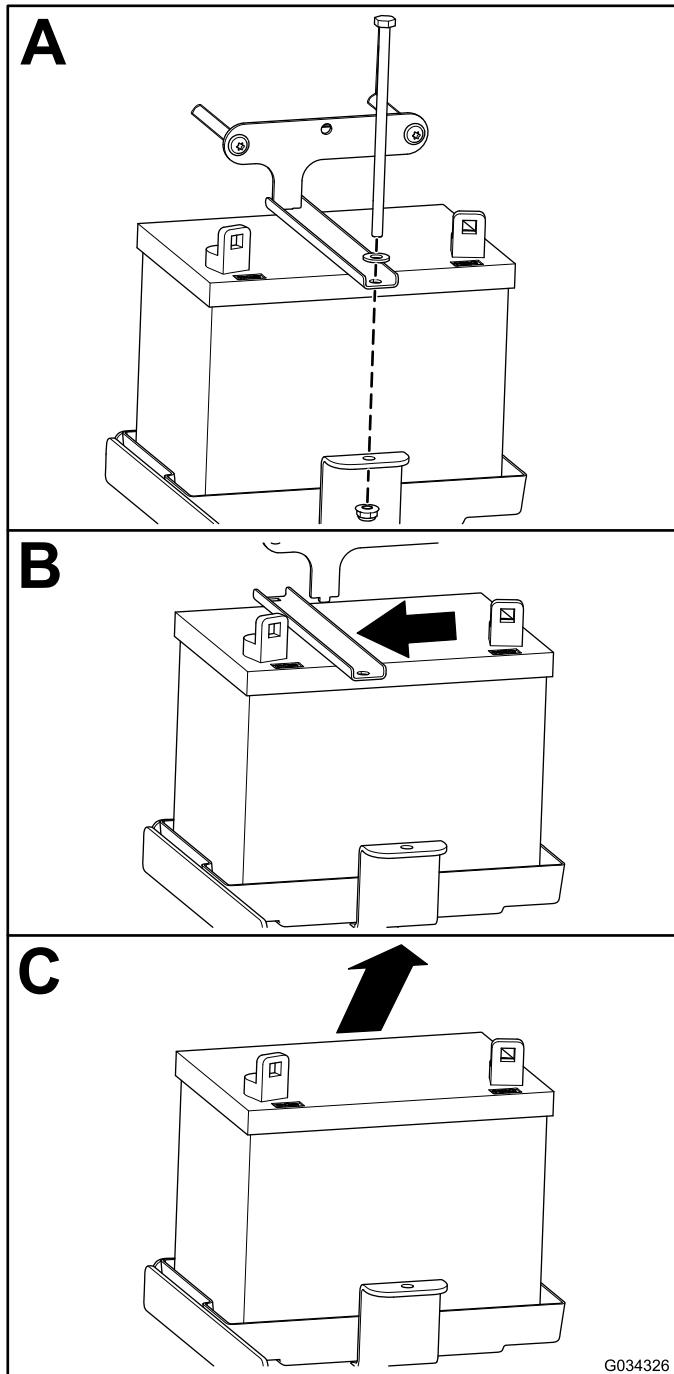

Figura 45
2. Rimuovete la batteria come illustrato nella Figura 45.